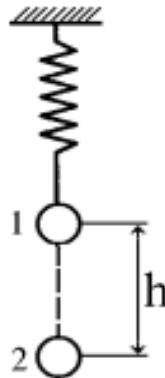

Рис. 5.
9. Установить зависимость коэффициента поверхностного натяжения воды от температуры и построить график (рис.5).